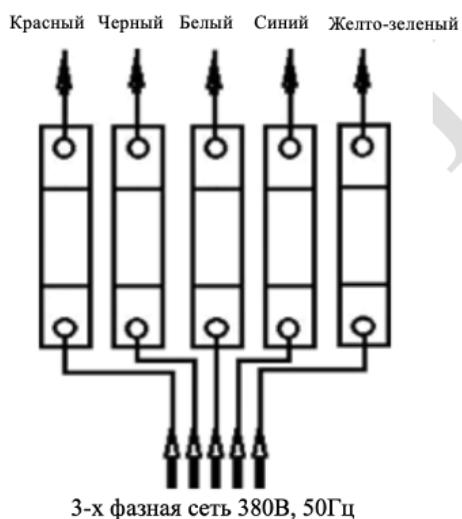

Рисунок 1
2.4.12.1 Питание станции зарядной для электрического транспорта осуществляется от трехфазной сети переменного тока. Разводка проводов питающей сети производится на клеммники. Места для подключения фазных проводов промаркованы метками «красный», «черный», «белый», «синий», «желто-зеленый» (см. рисунок 1).